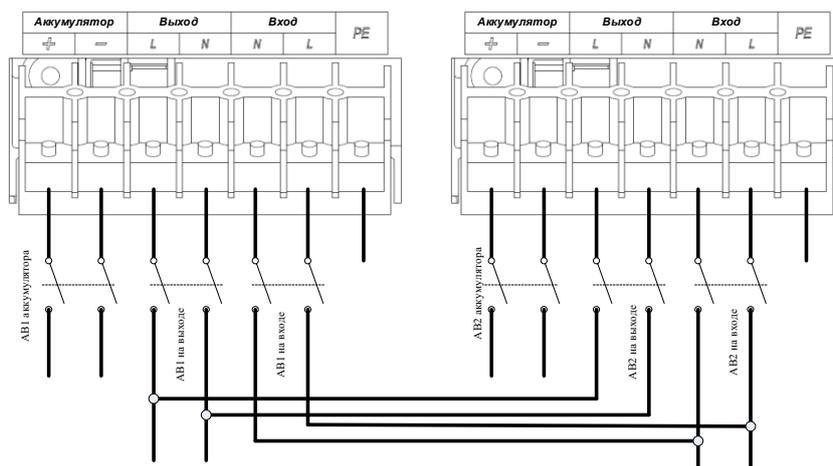

Рисунок 2-6: Монтажная схема параллельного подключения
- 2) Соединить входные кабели каждого ИБП с независимым выключателем перем. тока как на *рис. 2-6*.